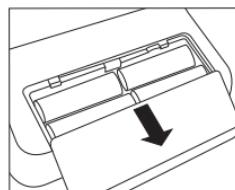

Abb. 1
- Öffnen Sie die Batterieabdeckung auf der Geräteunterseite (siehe Abb. 1). Setzen Sie die Batterien (siehe Kapitel 13 Technische Daten) ein. Achten Sie dabei auf die richtige Polarität („+“ und „-“) beim Einlegen. Schließen Sie den Batteriedeckel wieder. bzw. blinkt im Display. Stellen Sie nun, wie untenstehend beschrieben, Datum und Uhrzeit ein.